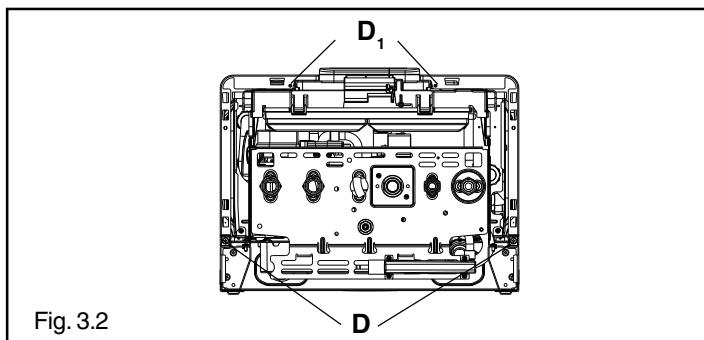

Fig. 3.2
Una volta installata la caldaia, le viti D1 possono essere rimosse (fig. 3.2). Concluse le operazioni di installazione della caldaia e di collegamento della stessa alle reti dell'acqua e del gas, applicare la copertura raccordi (A - B, fig. 3.3a) facendo in modo che i ganci della stessa si fissino nelle apposite asole poste nella parte inferiore della caldaia.
- togliere il mantello svitando le viti di fissaggio (D) (fig. 3.2)